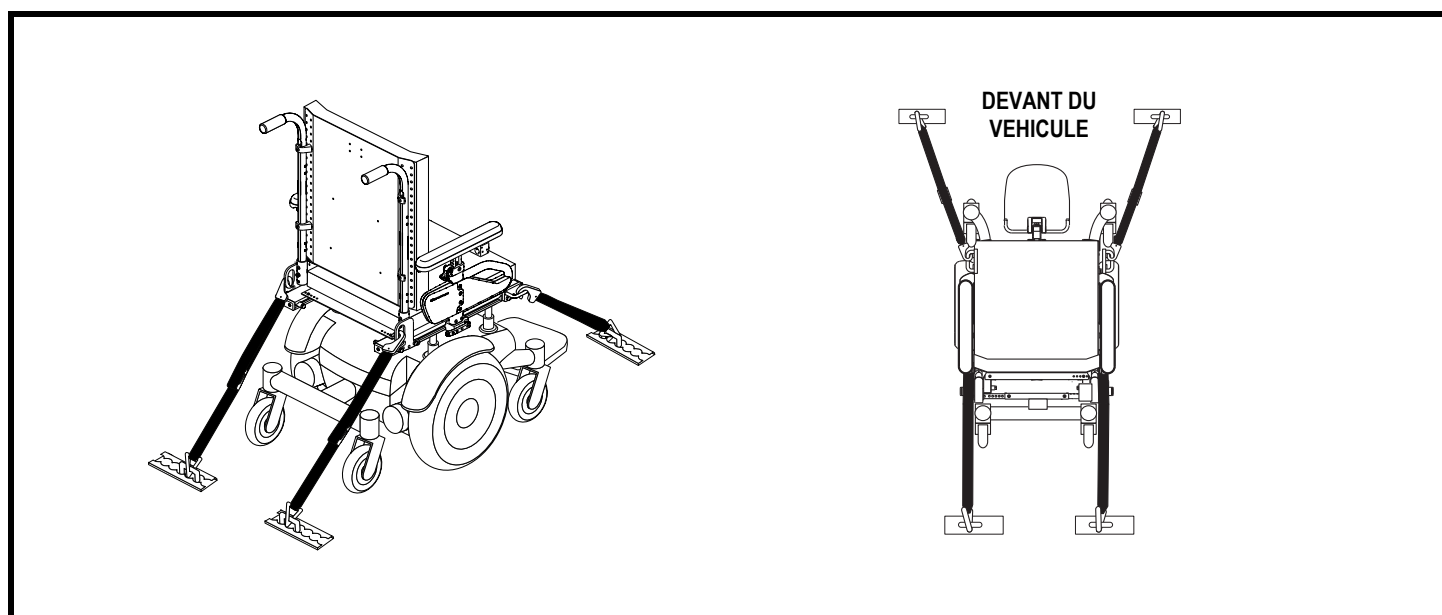

Figure 8. Accroches-taxi pour fauteuil roulant non occupé
- Positionnez les points d'ancrage arrière des courroies directement derrière le fauteuil motorisé. Les points d'ancrage avant sont disposés plus loin de chaque côté du fauteuil motorisé afin d'augmenter la stabilité latérale. Voir la figure 8.